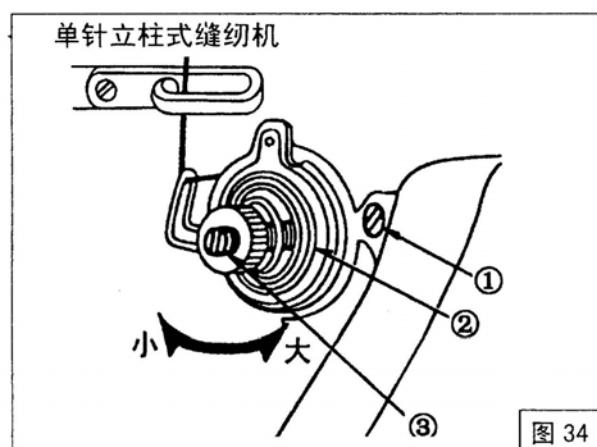

图 34
调节方法：放下压脚扳手，松开夹线调节器的螺钉①，转动夹线螺钉③，如逆时针方向，则挑线簧幅度变大，反之，则变小。调节结束后，拧紧螺钉①。（图34、35）